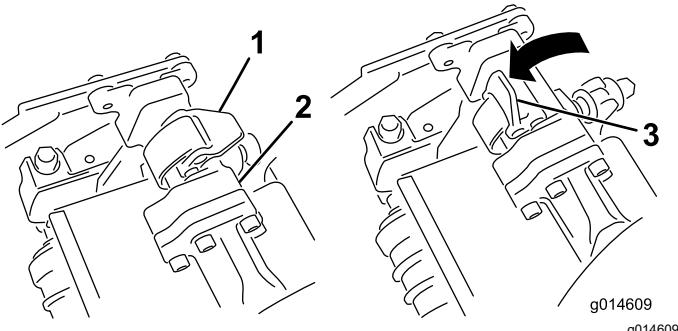

Bild 68
3. Öffnen Sie die Verriegelungen an der Aufhängearmstange (Bild 68) und drücken Sie den Aufhängearm nach unten, damit die Stange über beide Neigungsarme an der Schneideeinheit liegt und stellen Sie sicher, dass die Verriegelungen unter die Querstange der Schneideeinheit greifen (Bild 69).
4. Drücken Sie die Riegel nach unten um die Schneideinheitsstange herum und arretieren sie (Bild 68).
6. Öffnen Sie die Riegel an der Aufhängearmstange der Schneideeinheit, die Sie entfernen möchten (Bild 68).